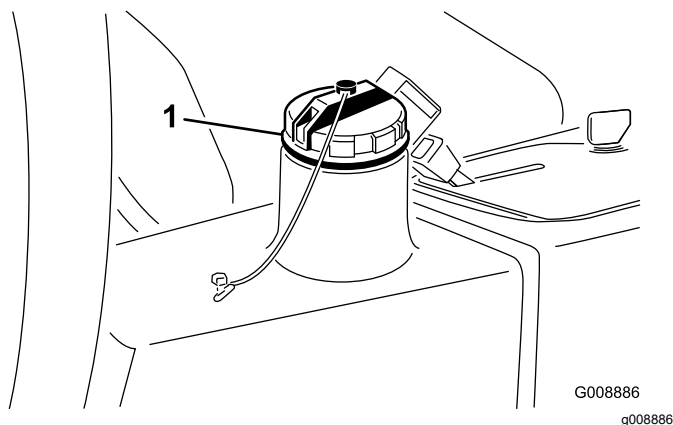

Рисунок 25
2. Очистите зону вокруг заливной горловины и крышки гидравлического бака (**Рисунок 25**). Снимите крышку.